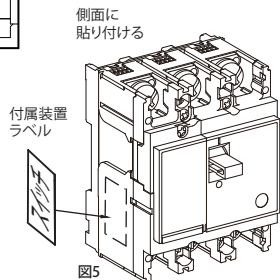

図5
- ⑤同梱の付属装置ラベルをブレーカの側面に貼り付けてください。(図5)